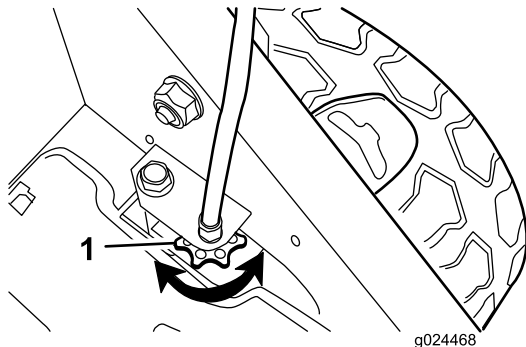

Figura 25
- Si las ruedas no giran al apretar la barra de autopropulsión, la correa de transmisión está demasiado floja. Gire el mando de control de la transmisión de las ruedas (Figura 25) una vuelta en sentido horario y repita los pasos 4 a 6.
transmisión está demasiado apretada. Gire el mando de control de la transmisión de las ruedas (Figura 25) una vuelta en sentido antihorario y repita los pasos 4 a 6.